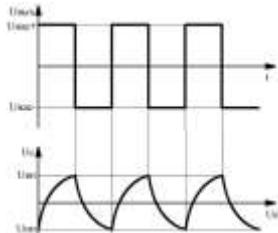

Рис.1
1) Собрать схему мультивибратора (рис. 1), установить заданные преподавателем значения емкости конденсатора ( $C_5$  или  $C_6$ ) и сопротивления резистора  $RP_3$  (от 10кОм);